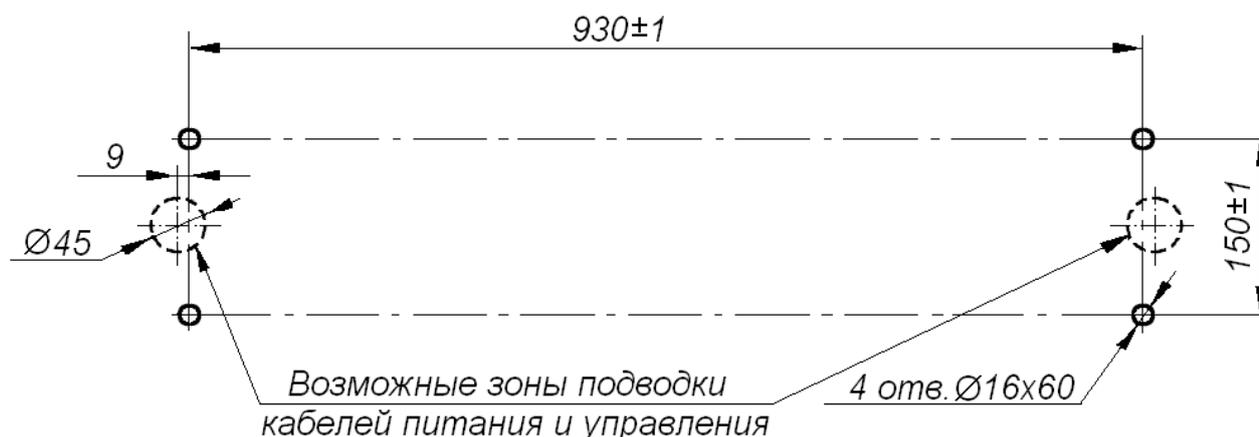

Рисунок 11. Схема разметки отверстий для крепления стойки турникета1
- производить разметку установочных отверстий в соответствии с рис. 11;
2. Подготовьте в полу отверстия под гильзы анкеров для крепления стойки турникета (см. рис. 11) и кабельные каналы согласно планировке проходной. При необходимости прокладки кабелей под поверхностью пола подготовьте в полу кабельный канал, подходящий к отверстиям для ввода этих кабелей в стойку турникета.